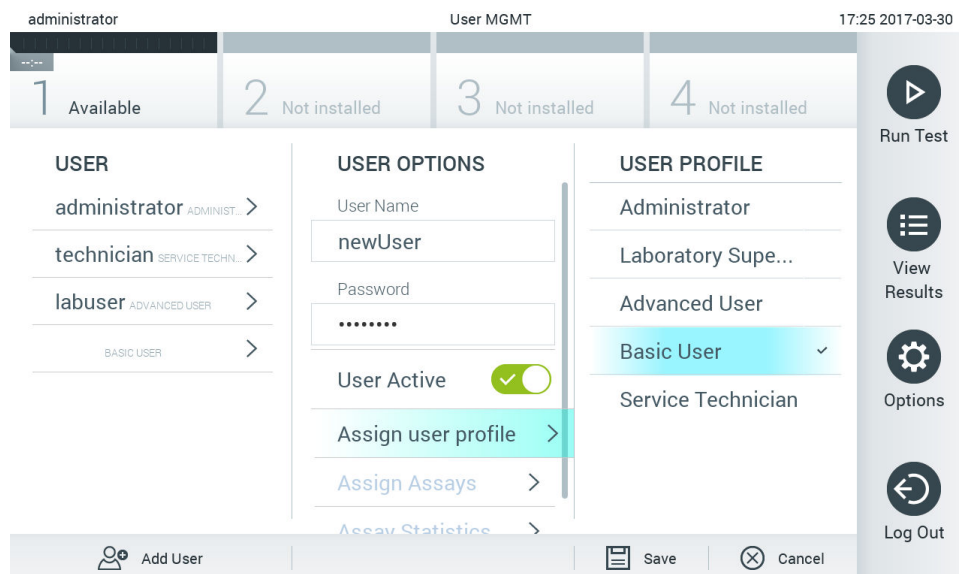

Figure 65. Attribution d'un profil d'utilisateur à un nouvel utilisateur.
4. Appuyez sur Assign User Profile (Attribuer un profil) d'utilisateur et attribuez le profil d'utilisateur approprié (dans la liste située à droite de la zone de contenu) au nouvel utilisateur (figure 65).